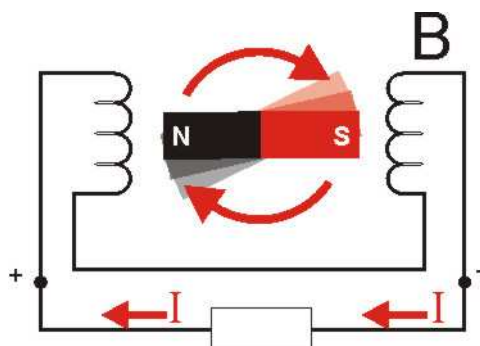

Figura 175 – Uma corrente circula pela carga
Continuando a girar, vemos que do ponto (A) até o ponto (B), o campo magnético do ímã corta as espiras das bobinas, criando uma corrente que aumenta de intensidade, até atingir o máximo. Essa corrente circula pela carga, conforme mostra a figura 175.